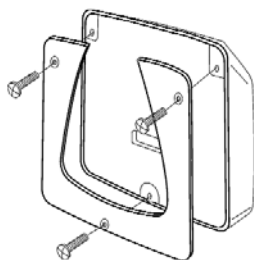

Fig. 1
1. 付属の3本のM4ボルトを使用して、バックプレートを表示の背面に取り付けます（図1）。